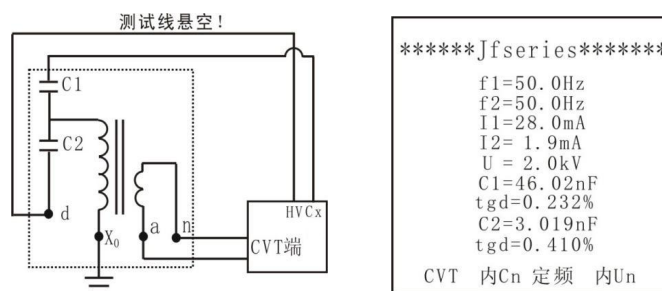

图8 测量电容C1和 $\text{tg } \delta_1$ 、C2和 $\text{tg } \delta_2$ 的接线 图9 CVT 模式下打印结果
（1）当 C1 为单节电容时，C1 和  $\text{tg } \delta 1$ 、C2 和  $\text{tg } \delta 2$  的测量（见图 8）
③ 接线完毕，把测量方式选择到 CVT 模式上，由于“ $\delta$ ”端绝缘水平所限，试验电压不超过 3 kV。
④ 仪器自动测试，测试完毕会自动或手动打印 C1、C2 的电容和介损。
⑤ 按“增大”、“减小”键翻页显示 C1、C2 的电容和介损。
① 严禁将 CVT 的二次绕组（a、n 间；da、dn 间）短接和接地，只允许通过仪器的接地端一点接地。否则无法开展测量。
② 严禁将 Cx 线的屏蔽线、芯线短接在一起；屏蔽线必须悬空！在按照图 8 的实际接线下选择 CVT 模式测量，其打印结果如图 9 所示。